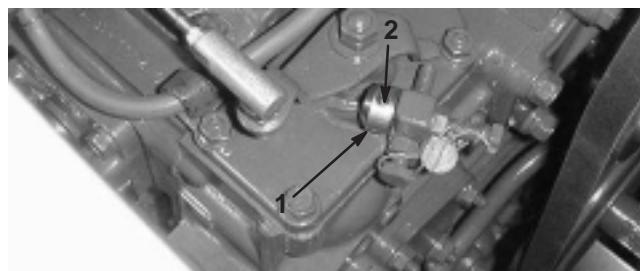

## Bild 2
1. Haken Sie den Motorhaubenriegel aus der Motorhaubenriegelhalterung aus (Bild 2).
2. Schieben Sie die Motorhaubenbefestigungshalterung auf den Riegel (Bild 2).
3. Haken Sie den Riegel auf die Motorhaubenriegelhalterung (Bild 2).
4. Stecken Sie eine Schraube (1/4 x 1-1/2 Zoll) durch die Motorhaubenbefestigungshalterung und sichern sie mit einer Scheibe und Sicherungsmutter ab (Bild 2).